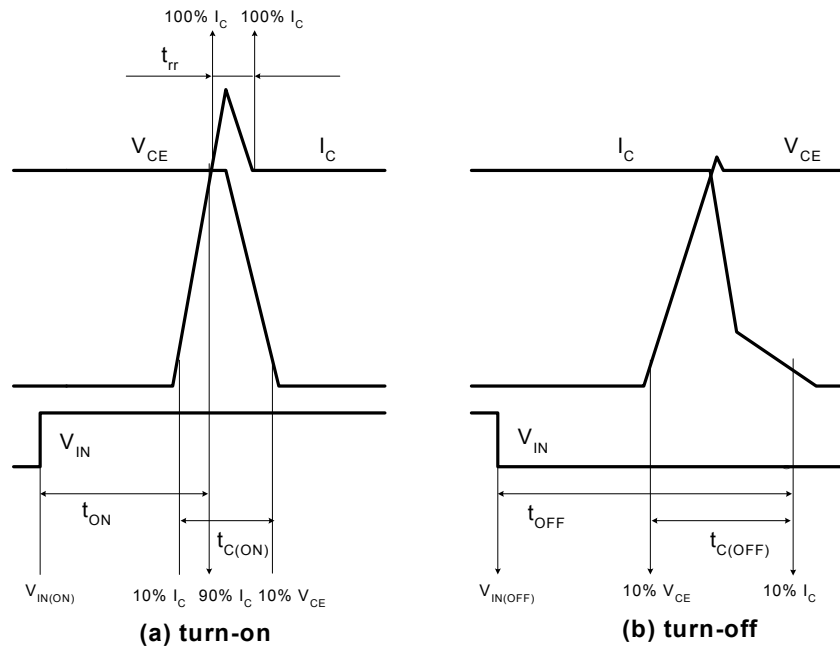

图 4. 开关时间的定义
3. t_{ON} 和 t_{OFF} 包括模块内部驱动 IC 的传输延迟时间。 $t_{C(ON)}$ 和 $t_{C(OFF)}$ 指在内部给定的栅极驱动条件下, IGBT 本身的开关时间。详细信息, 请参见图 4。**控制部分**